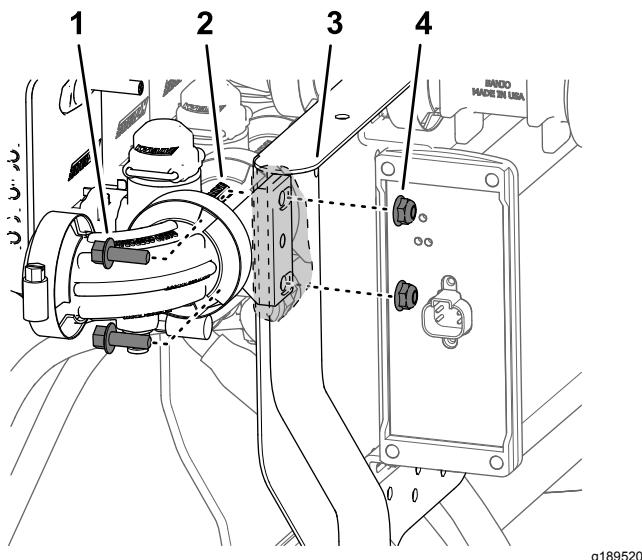

Figura 66
3. Montate la valvola dell'ugello 10 sul supporto della valvola (Figura 66) con i 2 bulloni a testa flangiata ($\frac{1}{4}$ " x $\frac{3}{4}$ ") e i 2 dadi di bloccaggio flangiati ($\frac{1}{4}$ ") che avete rimosso al passaggio 2 di **Smontaggio delle valvole di sezione delle barre dal supporto del collettore** (pagina 28).